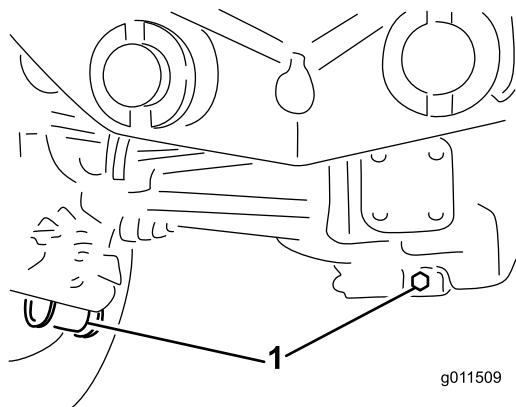

Figura 64
2. Pulite attorno ai tre tappi di spurgo, uno per lato ed uno in centro (Figura 64).